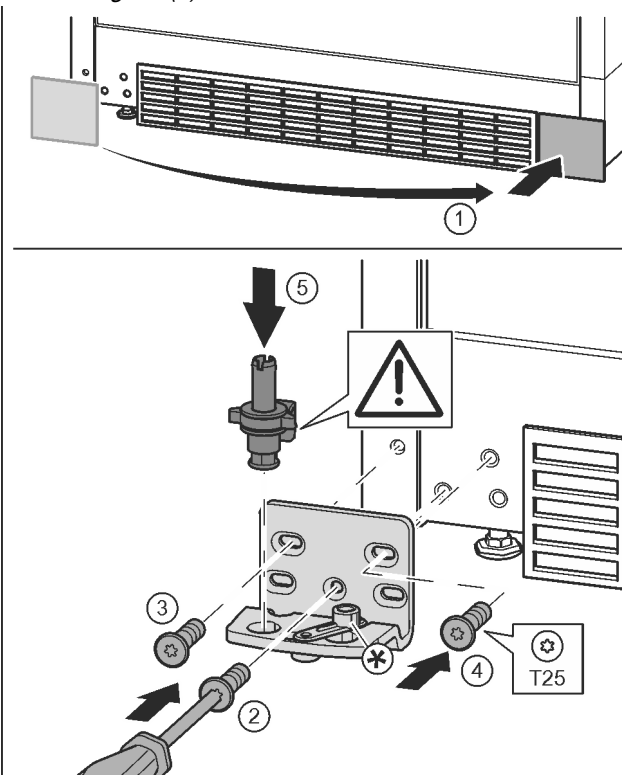

Fig. 17
- ▶ Odoberte kryt a pripevnite ho na druhú stranu. Fig. 17 (1)
- ▶ Ložiskovú konzolu nasadíte na druhú stranu a priskrutkujete ju pomocou skrutkovača T25. Začnite skrutkou 2 dole v strede. Fig. 17 (2)
- ▶ Pevne zaskrutkujte skrutku 3 a 4. Fig. 17 (3, 4)
- ▶ Ložiskový čap úplne nasadíte. Dbajte pritom na to, aby zárez dorazu ukazoval smerom dozadu. Fig. 17 (5)